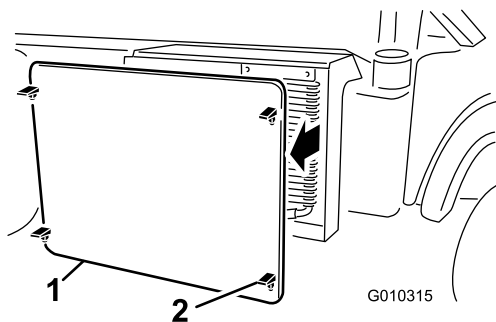

Figura 52
5. Desengate e retire o filtro do radiador da frente do radiador (**Figura 52**).